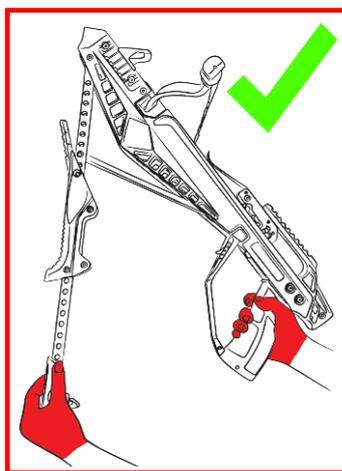
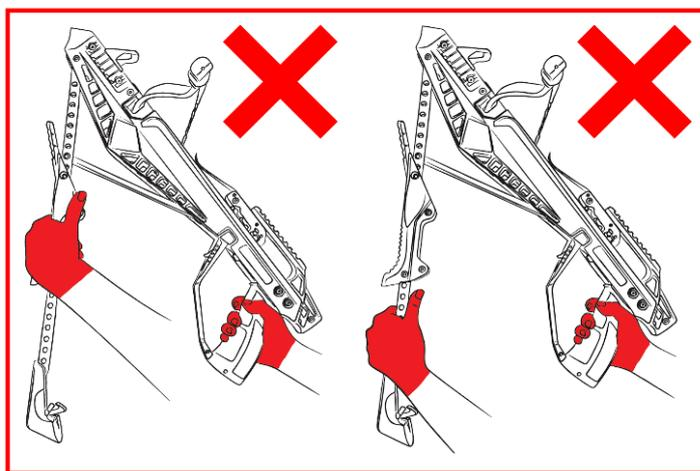

Рис.13
Рис.14
7. При взведении арбалета удерживайте взводной рычаг за рукоятку (Рис.13). Не двигайте рычаг, ухватившись за цевье или другие его части (Рис.14).